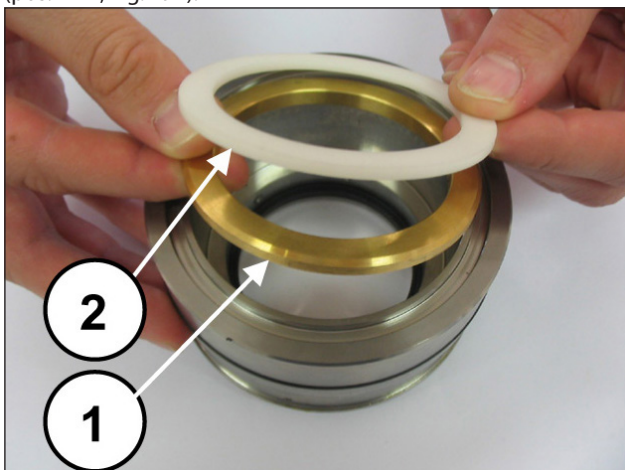
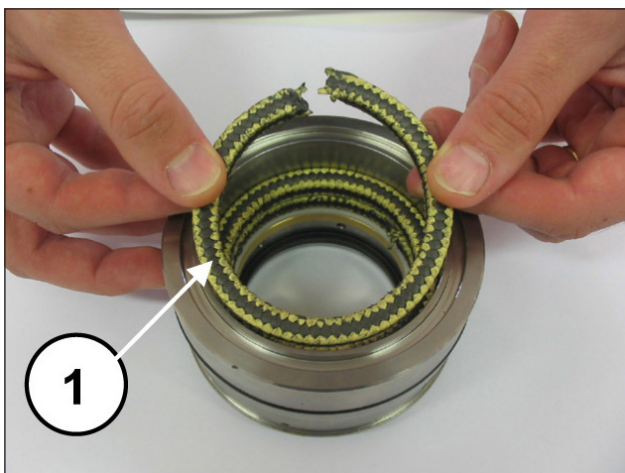
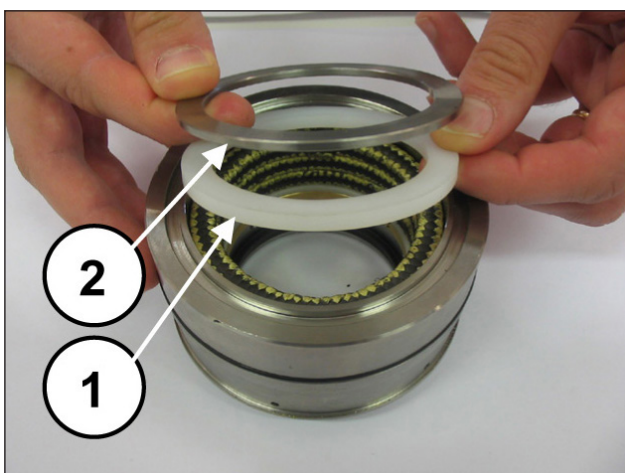

Fig. 195
Fig. 196
Fig. 197
Montar la anilla de soporte y la anilla anti extrusión (pos. ①②, Fig. 195), las tres arandelas de prensaestopas de manera que las incisiones se encuentren a 120° entre sí (pos. ①, Fig. 196), el retén de las arandelas de prensaestopas y la anilla del muelle (pos. ①②, Fig. 197).